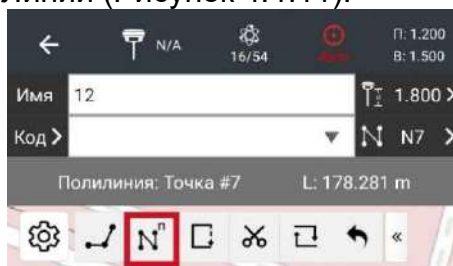

Рисунок 4.4.11
2. Затем выберите пункт Линии (Рисунок 4.4.11).